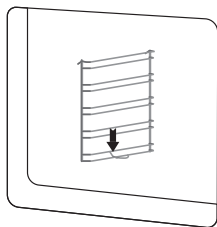

Рис. 1
- Слегка нажмите на крючок фиксации решетки, как показано на Рис. 1.